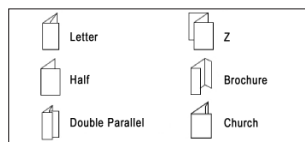
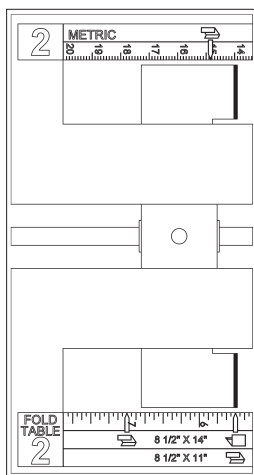
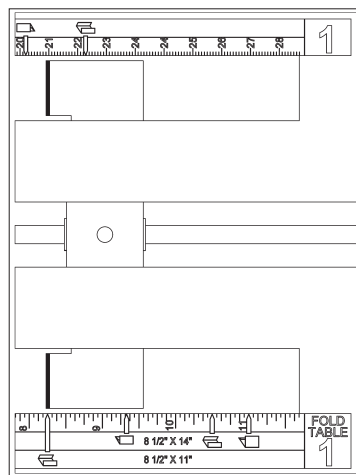

Abb. 9
Abb. 10
Abb. 11
Vor dem Einstellen einer bestimmten Falzart sollten Sie sich mit den Symbolen der sechs vorgegebenen Falzarten vertraut machen, die auf den Linealen der Falztische abgebildet sind (Abbildung 9). Diese Symbole sind in Spalten angeordnet, die die drei häufigsten Papierformate darstellen (Abbildung 10 und Abbildung 11). Zur besseren Orientierung sind die Symbole in jeder Spalte farbcodiert. HINWEIS: LTR = 8 1/2" x 11" (grün), LGL = 8 1/2" x 14" (lila) und A4 = 210 mm x 297 mm (goldfarben). Über das Tastenfeld lassen sich Papierformat (Taste A) und Falzart (Taste B) ganz bequem einstellen.
3. Verwenden Sie die Lineale der Falztische zur Orientierung (siehe Abbildung 10 und Abbildung 11), wenn Sie die Papierstopps mithilfe der jeweiligen Pfeiltaste in die gewünschte Richtung verschieben. Die Pfeiltasten ermöglichen die Einstellung mit zwei verschiedenen Geschwindigkeiten. Wenn Sie die Taste nur kurz oder wiederholt mit kurzen Pausen drücken, wird der Papierstopp langsam bewegt. Wenn Sie die Taste gedrückt halten, lässt sich der Papierstopp schneller verschieben. Diese schnellere Geschwindigkeit ist besonders nützlich, wenn die Papierstopps über eine größere Distanz bewegt werden sollen.